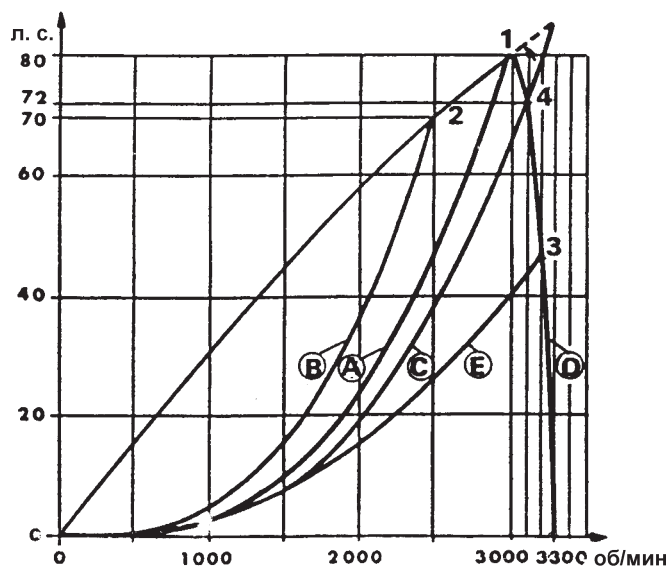

Рис. 2
Пример, показанный на рис. 2:
1. Идеальный гребной винт потребляет всю мощность при номинальных оборотах двигателя (рис. 2, кривая А).
2. «Тяжелый» гребной винт (рис. 2 кривая В) не дает развить полные обороты двигателя (рис. 2.2). Судно не достигнет своей максимальной скорости. Двигатель сильно «дымит».
3. «Легкий» гребной винт (рис. 2 кривые Е, Д) не потребляет полную мощность двигателя при номинальных оборотах, но при более высоких оборотах на кривой регулятора (рис. 2.3) и не на кривой полной нагрузки. Таким образом часть мощности двигателя тратится впустую, и падает КПД.
1. Гребной винт без запаса мощности (рис. 2, кривая А).
2. Гребной винт с запасом мощности (рис.2, кривая С).